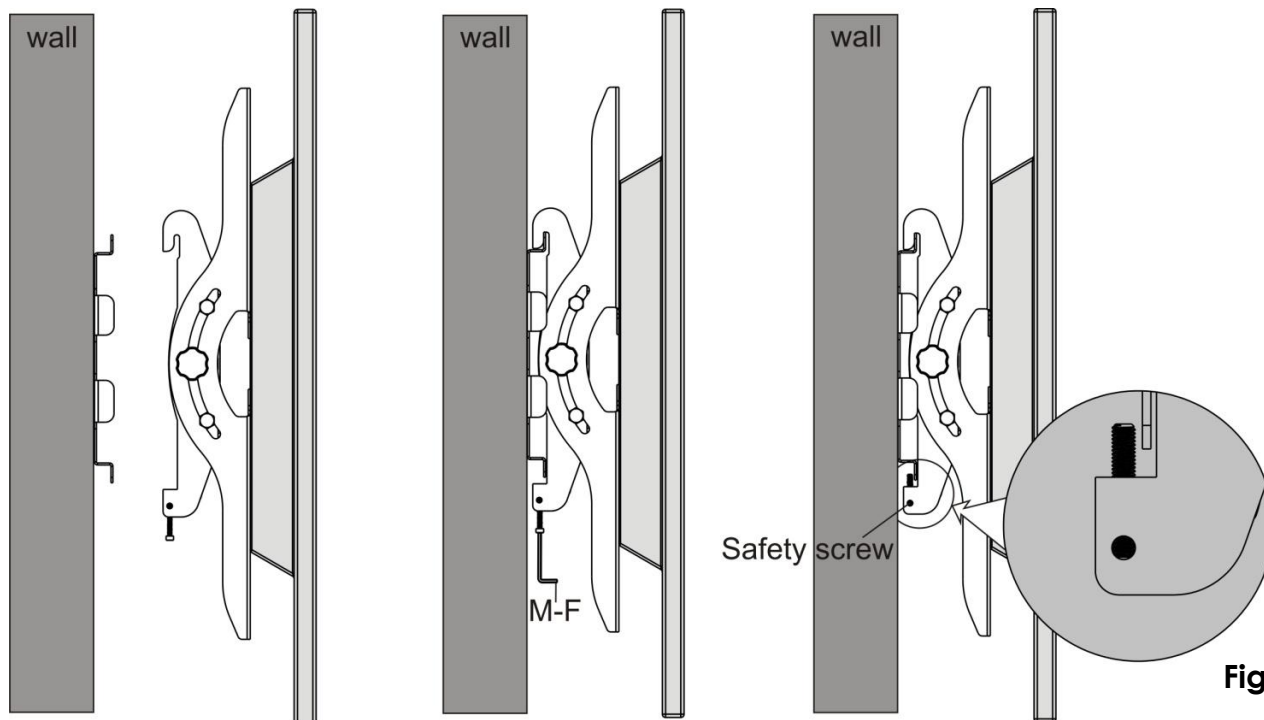

Fig. 7
- Serrare le viti di sicurezza sulle staffe del display con una chiave a brugola da 5mm (M-F) come indicato nella Fig. 7.